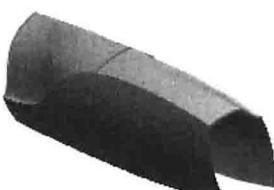
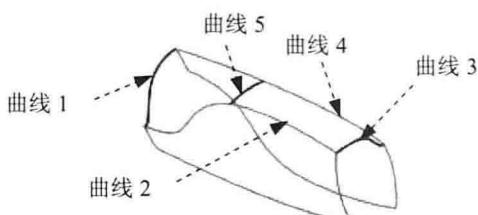

图 1.26 绘制 ISDX 曲线
图 1.27 编辑 ISDX 曲线
(10) 绘制图 1.26 所示的曲面。单击“曲面”按钮 \square ，在“首要”区域中依次选取图 1.27 所示的曲线 1、曲线 2、曲线 3 和曲线 4 为主曲线；在“内部”区域中选取曲线 5 为内部曲线；单击操控板中的“完成”按钮 \checkmark ，完成类型 1 的创建。单击“确定”按钮 \checkmark ，退出 ISDX 环境。